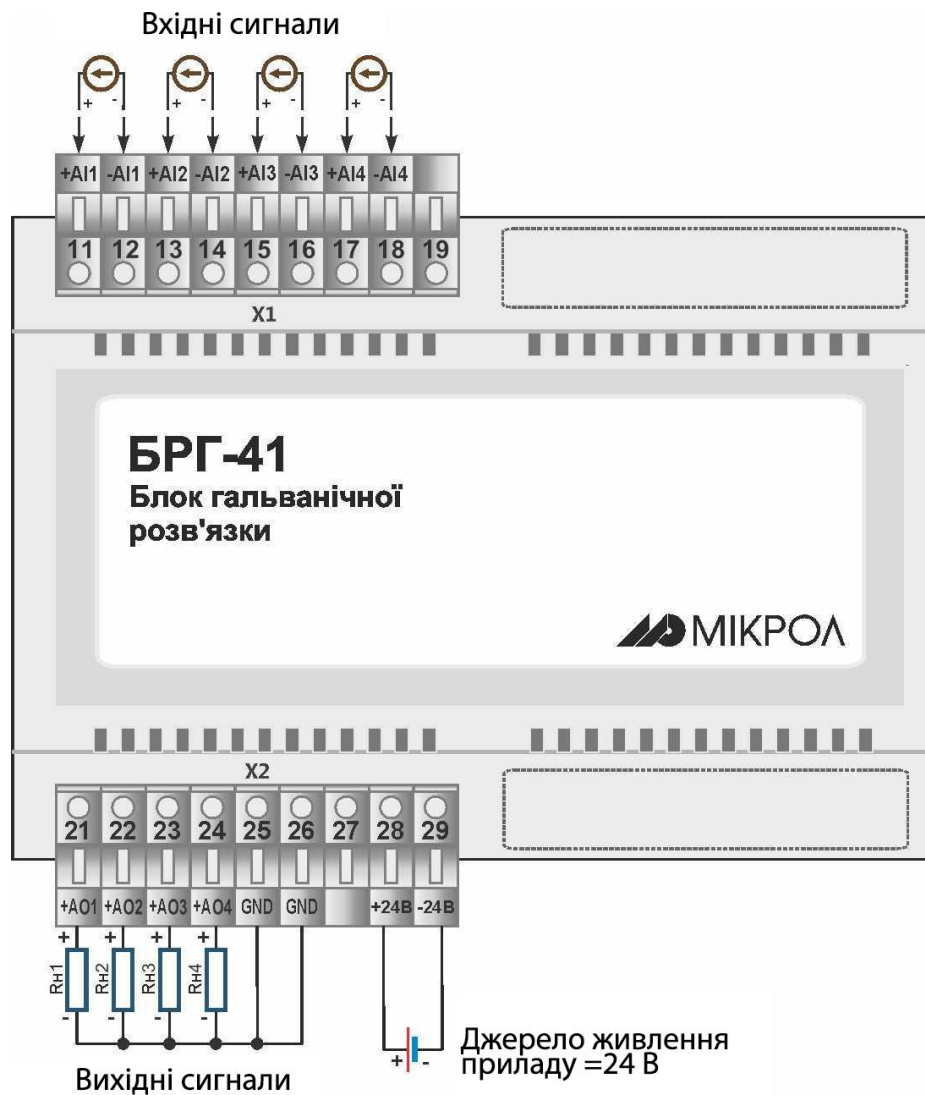

Рисунок 3.3 – Електрична схема підключення блоку БРГ-41
3.2.5 Здійснить зовнішні підключення до блоку згідно з рис. 3.3.